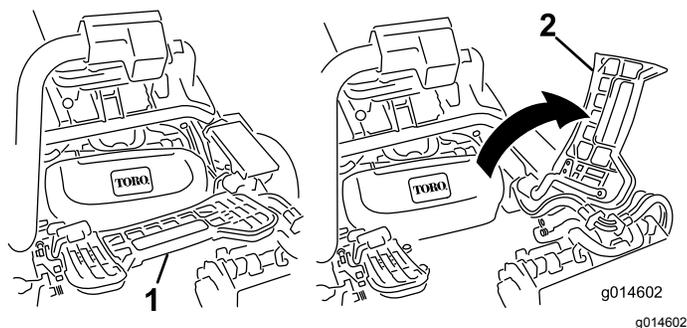

図 48
2. フットレストを跳ね上げて開き、中央カッティングユニット取り付け位置へのアクセスを確保する **図 48**。